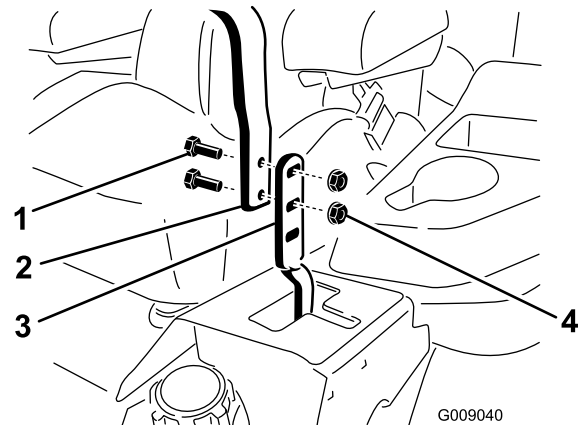

Figura 65
3. Afloje los pernos y las tuercas con arandela prensada de las palancas (Figura 65).